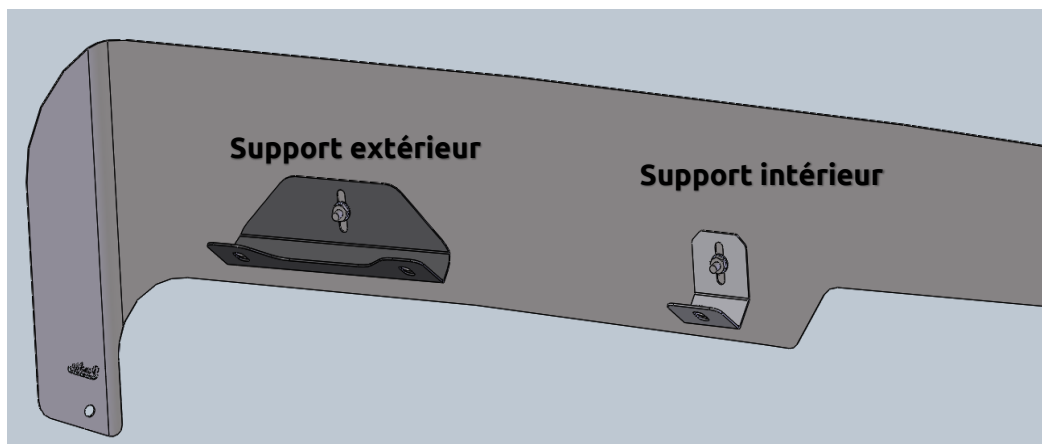

Figure 2: Emplacements des supports d'installation (Arrière du côté conducteur illustré)
- Fixez les supports d'installation avec la quincaillerie 10-32 fournie, aux endroits respectifs illustrés sur la Figure 2. Laissez les supports suffisamment desserrés pour permettre de légers réglages.